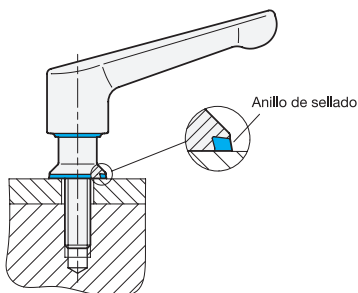

imagen 1
- La varilla roscada y el orificio del tirador debe colocarse en un espacio de montaje cerrado (imagen 1).
- El tirador solo puede utilizarse junto con la junta de sellado facilitada. La junta tiene forma cónica y por lo tanto debe comprobarse que se coloca en la posición correcta (imagen 1).